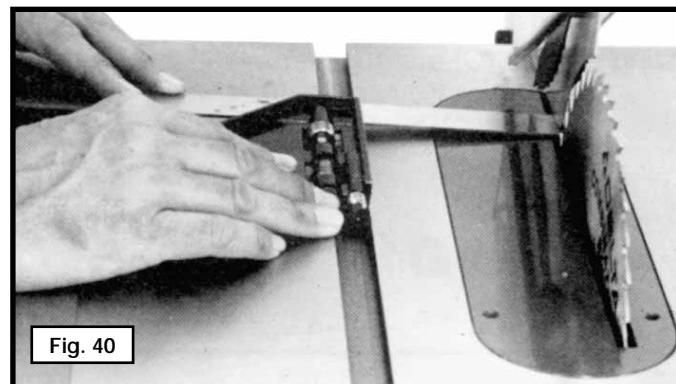

Fig. 40
2. Gire la hoja de la sierra de manera que el mismo diente que utilizó en el PASO 2 quede en la posición trasera (Fig. 40). Las mediciones delantera y trasera deben ser iguales.